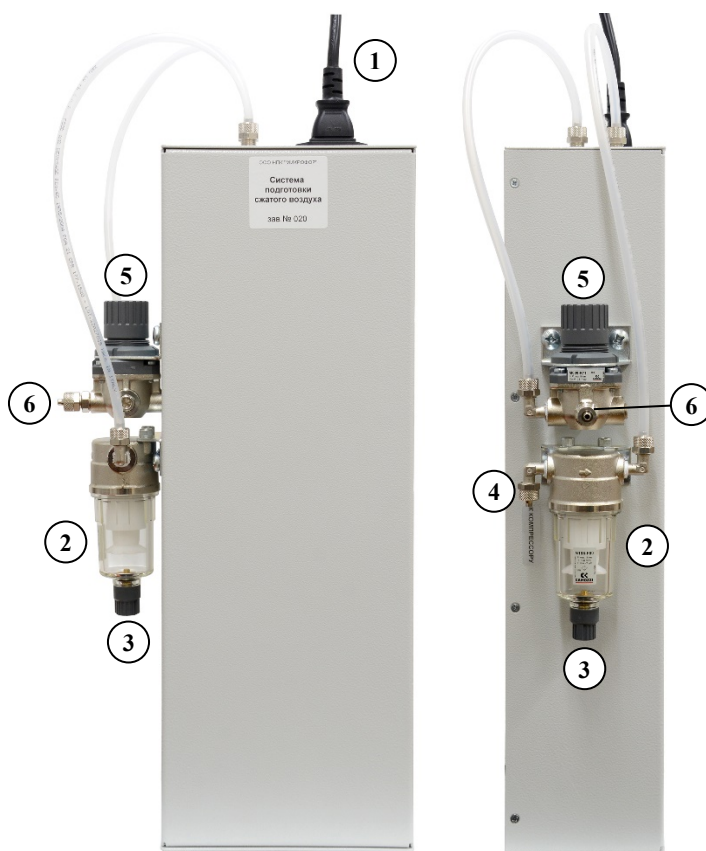

Рисунок 35 – Блок подготовки сжатого воздуха:
1.4. Блок подготовки сжатого воздуха (Рисунок 35) (первая ступень) содержит конденсатоотводчик, систему осушки с холодной регенерацией, встроенный выходной фильтр и редуктор.
2.6. Трубка для подключения компрессора имеет на одной стороне быстроразъемное соединение для подключения компрессора. Подключите её концом без штуцера к входному штуцеру конденсатоотводчика блока подготовки сжатого воздуха (2 и 4 на Рисунок 35), используя гаечный ключ на 12.
2.7. Трубой без разъемов подключите выход блока подготовки сжатого воздуха (6 на Рисунок 35) к штуцеру «ВХОД ГАЗА» генератора (см. Рисунок 2), используя гаечный ключ на 12.
2.9. Подключите шнур питания к блоку подготовки сжатого воздуха (1 на Рисунок 35) и к розетке, имеющей клеммы заземления.
3.5. При заполнении конденсатоотводчиков блока подготовки сжатого воздуха (2 на Рисунок 35) или компрессора (при наличии у него конденсатоотводчика) до уровня 50% требуется провести сброс конденсата из них следующим образом:
- 3) подставить под конденсатоотводчиком (2 на Рисунок 35) ёмкость;
- 4) повернуть вентиль сброса конденсата (3 на Рисунок 35) до упора;